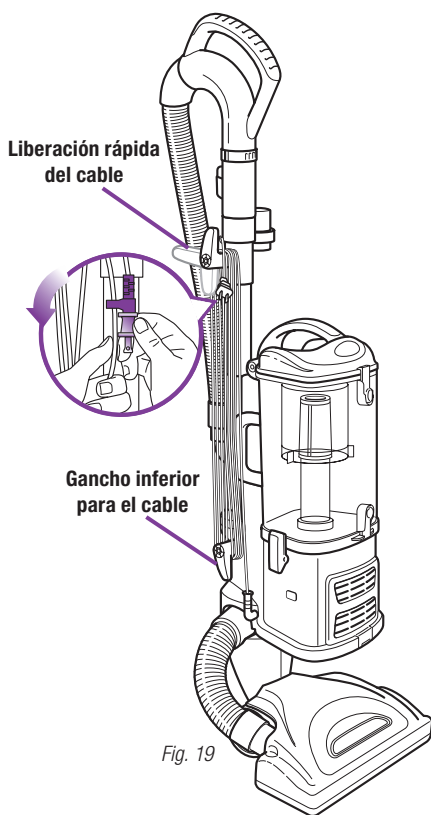

Fig. 19
- 2 Gire el gancho superior del cable a su posición vertical y enrolle el cable de alimentación sin ajustarlo entre los dos ganchos. Enganche el enchufe en el cable para asegurarlo. **(Fig. 19)**